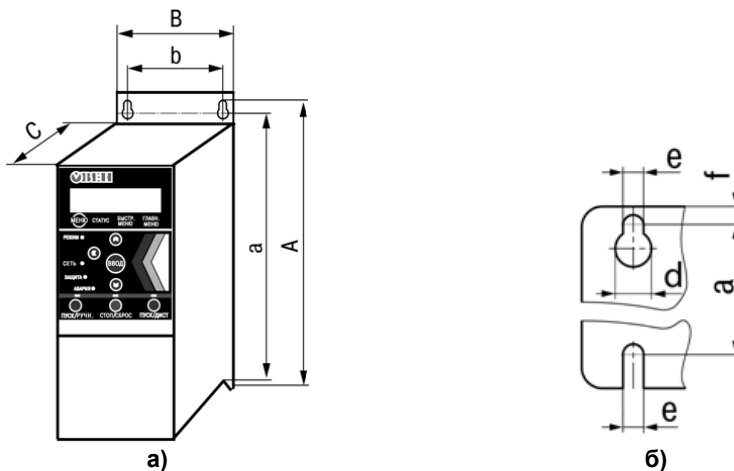
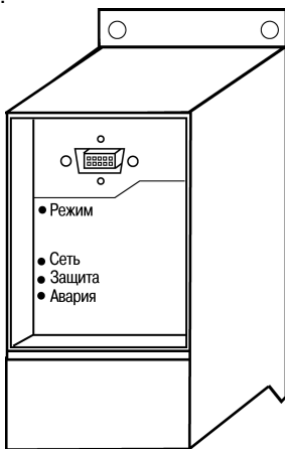

Рисунок 3.1 - Габаритные размеры ПЧВЗ, а) корпуса; б) плиты охладителя
Рисунок 3.2 – Лицевая панель прибора. Отсек подключения ЛПО
3.1.1.4 На задней поверхности прибора размещена плита охладителя с отверстиями, используемыми для крепления прибора (см. рисунок 3.1(б)).
Отсек подключения локальной панели оператора расположен в верхней части лицевой панели прибора (см. рисунок 3.1(а)). В исполнении IP54 доступ к отсеку возможен при снятой передней стенке (см. рисунок 3.2(б)).